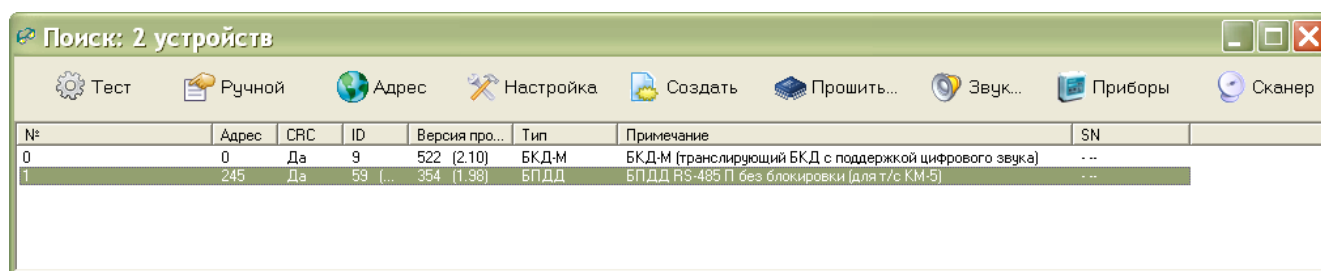

Рисунок 17
- 4) Проверить что найден подключенный блок (рисунок 17). В окне поиска выбрать найденный блок и нажать кнопку «Сканер».